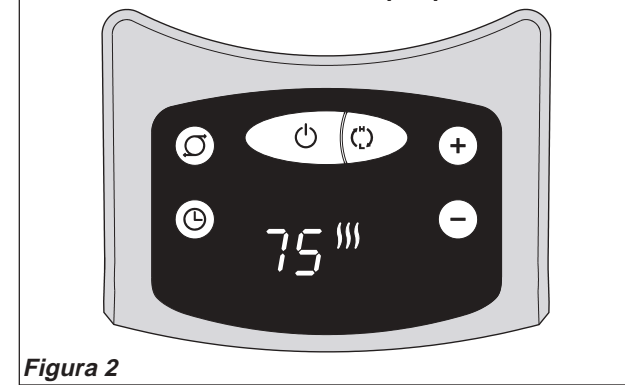

Figura 2
7. Al encender el Calefactor, la unidad estará en calor ALTO (H) (1500 vatios) y mostrará la temperatura actual de la habitación (Figura 2)
8. Oprima el botón (⏻) para calor BAJO (L) (900 vatios)